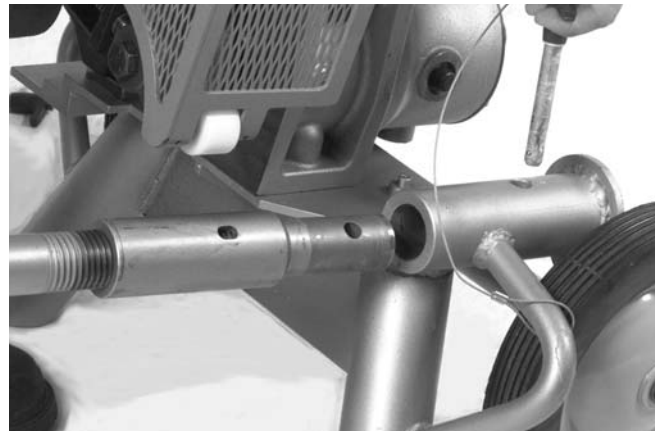

Figure 25 – Montage des pieds
3. Enfilez les pieds de la rainureuse dans l'embase, puis introduisez les goupilles (Figure 25). Les pieds peuvent servir de poignées pour aider à naviguer la rainureuse à travers le chantier.